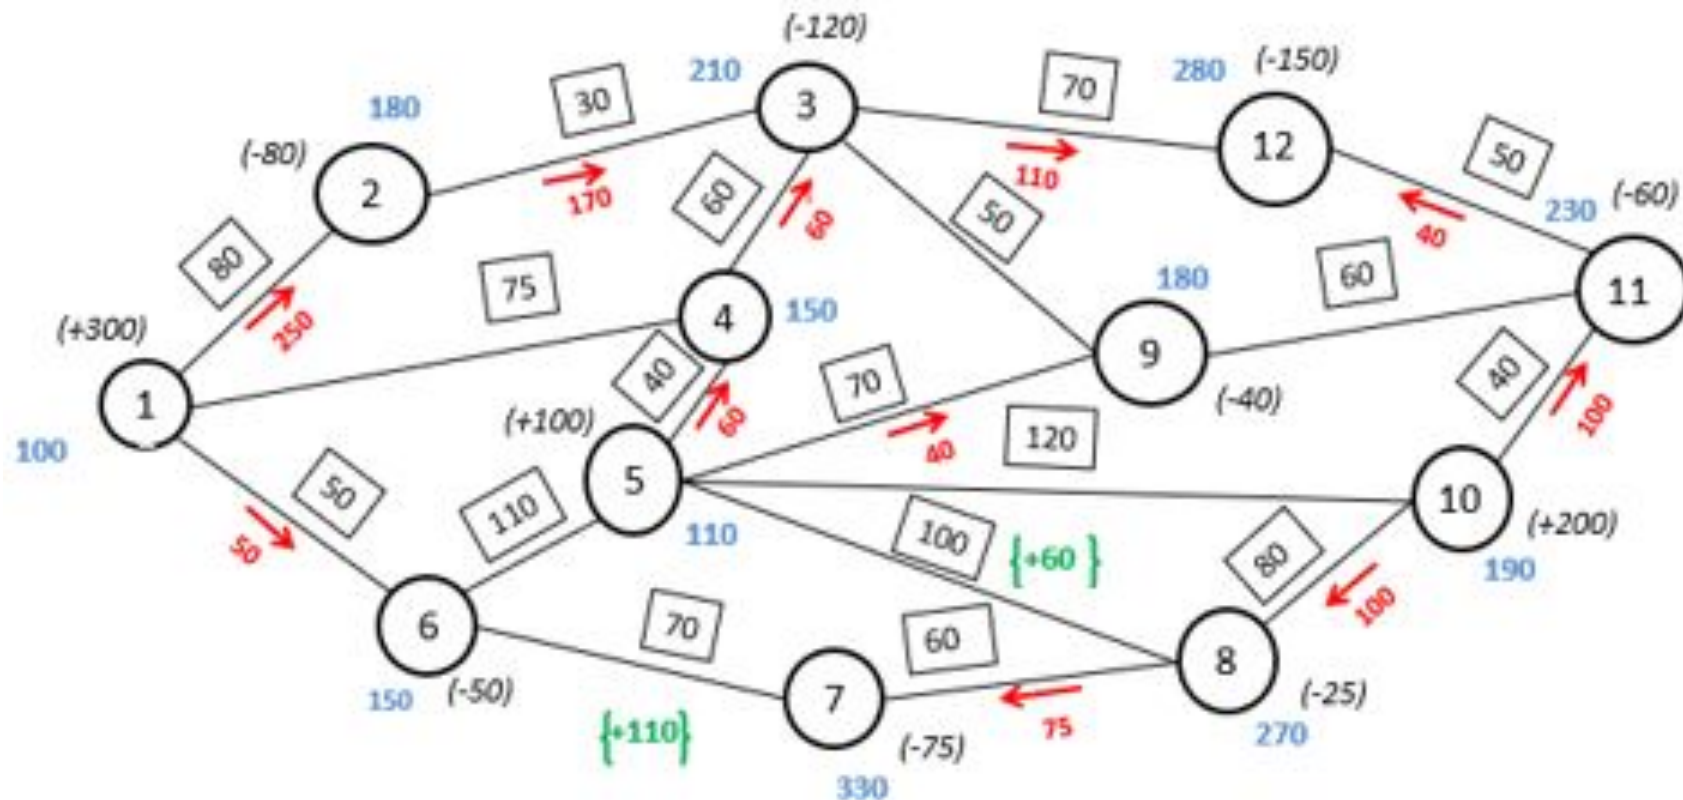

Рис. 3. Первоначальный план перевозок с проверкой условий
- Продолжаем это до тех пор, пока потенциалы не будут присвоены всем вершинам сети (рис. 3).
Проверяем условия оптимальности плана (6) на всех дугах без потока. Нарушения запишем против соответствующей дуги со знаком «+». В нашей задаче условия (6) нарушены на дугах 5.8 (+60) и 6.7 (+110) (рис. 3).